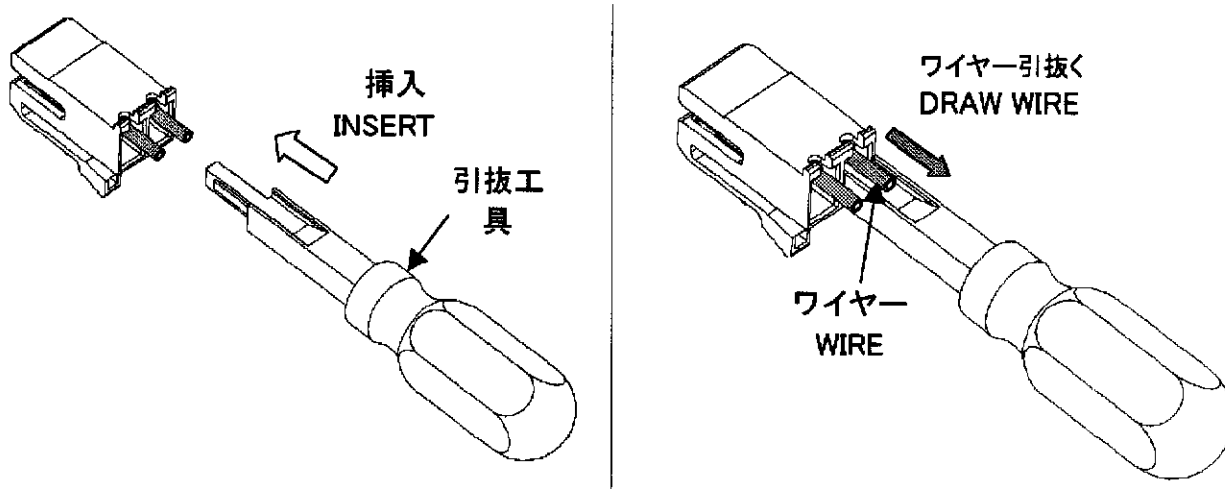

Fig.4
- 3) 工具を挿入した状態で電線を持ち端子を引き抜いて下さい(Fig.4)。
- 3) Keep the tool in the housing, hold the wire and pull out the terminal from housing (Fig.4).